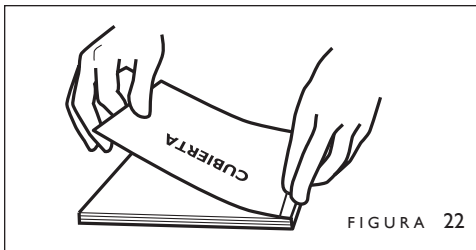

FIGURA 22
7. Doble la cubierta firmemente sobre el bloque de páginas. Comenzando en el centro, frote hacia adelante y hacia atrás para afirmar la cubierta a la banda adhesiva que se encuentra debajo de ella (figura 22).